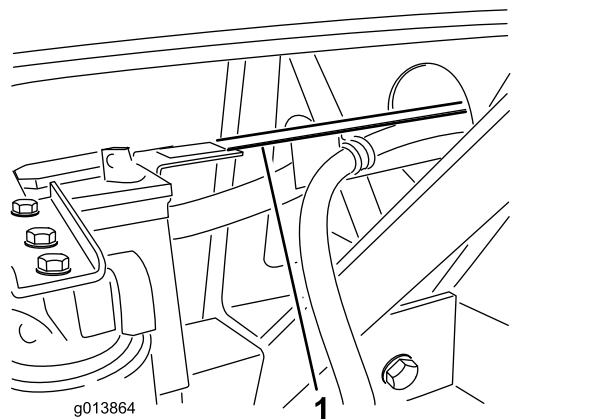

Figure 10
5. Le guide-flexible doit reposer sur la patte partant du montant vertical du support de la batterie (Figure 10). Si les trous dans le guide-flexible ne correspondent pas aux trous dans la patte du support de batterie, vous pouvez ajuster la longueur du guide en desserrant les boulons qui le fixent au support du réservoir hydraulique et en le faisant coulisser en avant ou en arrière selon le cas.
6. Fixez le guide-flexible à la patte du support de batterie avec 2 boulons ($\frac{1}{4}$ " x $\frac{3}{4}$ ") et contre-écrous à embase (Figure 10).